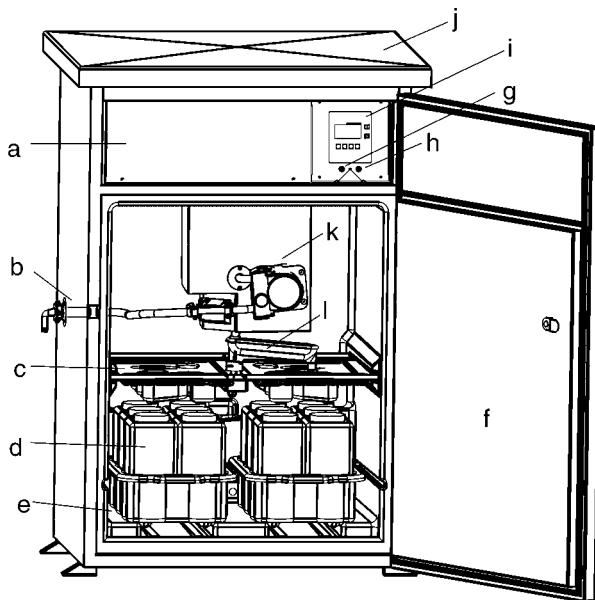

Fig. 2: Panoramica dell'installazione del sistema peristaltico ASP station 2000
3. Avvitare il tubo flessibile di prelievo al connettore del tubo flessibile posto sullo strumento → Fig. 2, d.